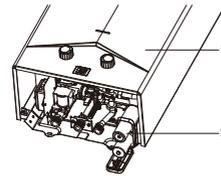

Рис. 1
- Перед включением водонагревателя необходимо установить батарейки (рис. 1).
- Отсек батареи (1) находится в нижней правой части водонагревателя. Для доступа к нему снимать кожух не нужно.